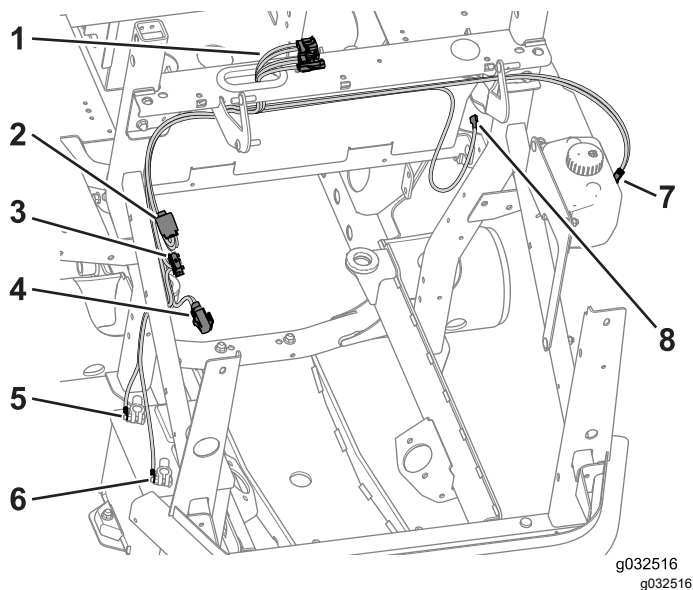

Figure 39
- Faites passer les 3 connecteurs de la cabine dans le passe-câble (Figure 39).
- Faites passer le câble d'alimentation auxiliaire en travers du support de cadre, puis faites-le descendre le long du tube du ROPS, vers les commandes de l'utilisateur (Figure 39).
- Faites passer le câble du lave-glace en travers du support de cadre, puis faites-le descendre le long du tube du ROPS, vers le réservoir de lave-glace (Figure 39).